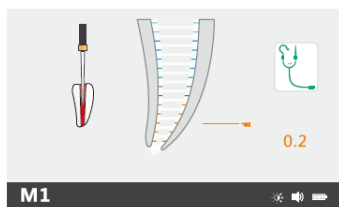

Fig.16 M1 interface
- El movimiento de la lima en el conducto radicular se muestra en el lado izquierdo del área de trabajo de la pantalla (Fig. 16).